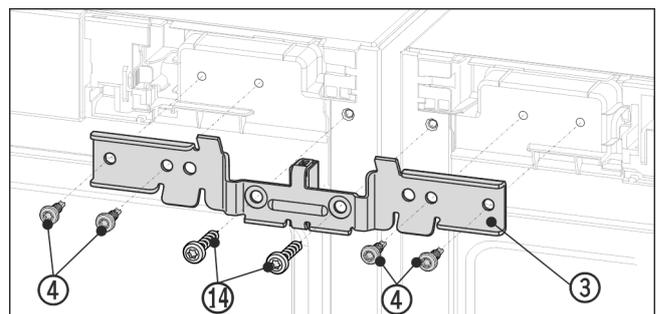

Fig. 12 Rappresentazione esemplificativa
► Far scorrere la squadretta Fig. 12 (3) con il distanziale fra le apparecchiature e sui perni. Avvitare la squadretta con quattro viti Fig. 12 (4) e le viti di messa a terra precedentemente svitate Fig. 12 (14) alternativamente a destra e a sinistra senza serrarle.